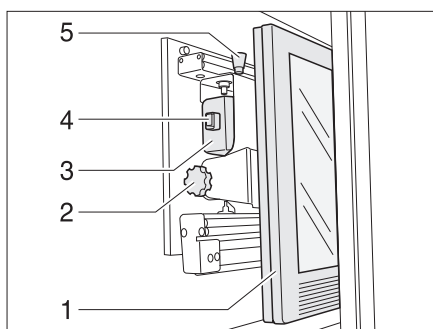

Fig. 82 Meuble télévision
- Appuyer sur le bouton de déverrouillage (Fig. 82,5) et tirer le support de l'écran plat jusqu'à la butée vers l'avant, à l'aide de la poignée (Fig. 82,4).
- Tirer le bouton de déverrouillage (Fig. 82,1) et faire pivoter l'écran plat (Fig. 82,2) dans la position souhaitée.
- Desserrer la vis moletée (Fig. 82,3).